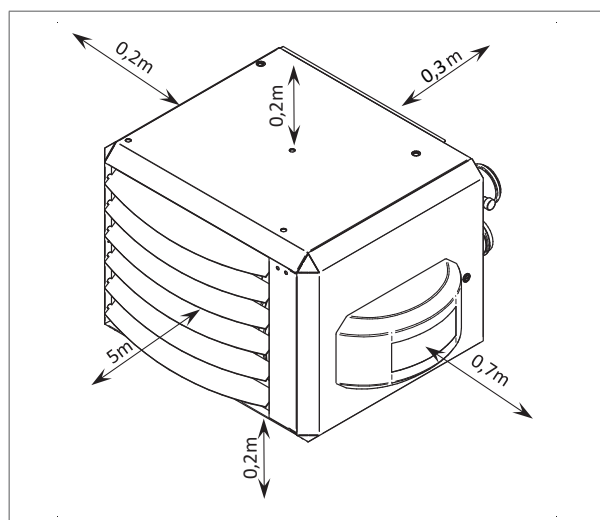

Abbildung 5 - Einzuhaltende Mindestfreiräume rund um den Luftherhizer
- Sorgen Sie für ausreichend Abstand zwischen dem Luftherhizer und etwaigen Hindernissen. Der Abstand dient der Sicherheit und einem ausreichenden Zugang für Service- und Wartungsarbeiten (Abbildung 5).